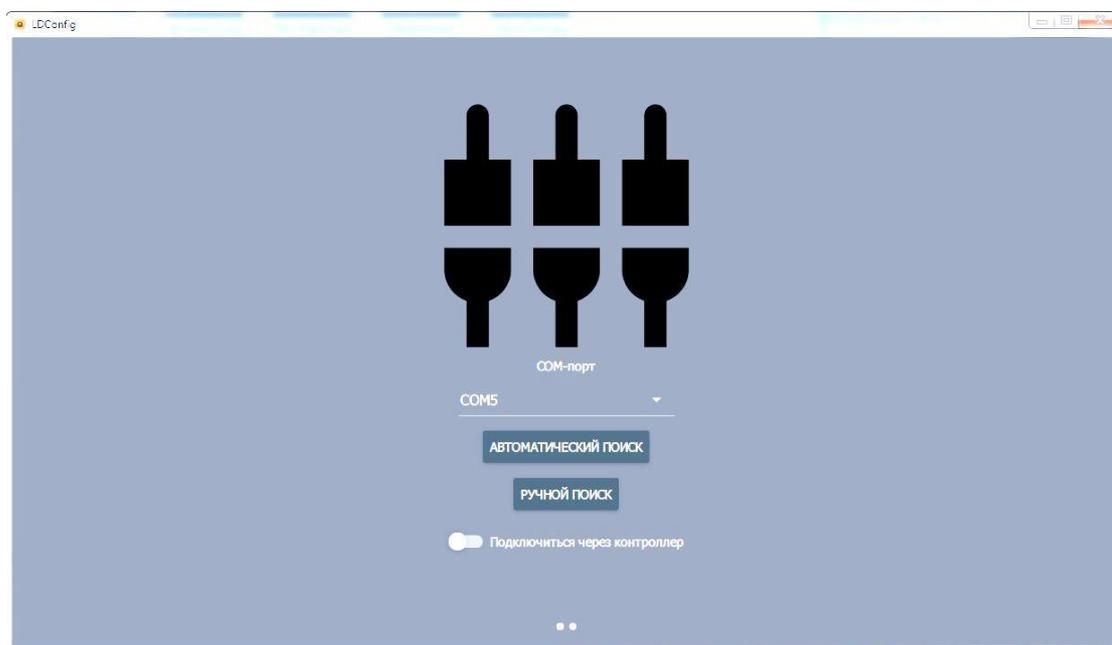

Рисунок 5
- в конфигураторе «LDConfig» выберите COM-порт, к которому подключен датчик (Рис.5). Посмотреть порт устройства можно в «Диспетчере устройств системы»;
- нажмите на кнопку **АВТОМАТИЧЕСКИЙ ПОИСК** (рис.5);
- В конфигураторе «LDConfig» выберите COM-порт, к которому подключен датчик (Рис. 5). Посмотреть порт устройства можно в «Диспетчере устройств системы»;